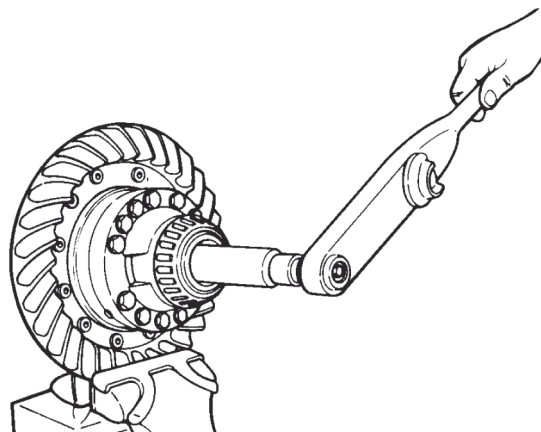

Figura 83
- C- Instale la herramienta acoplándola en el estrado del planetario (figura 83).